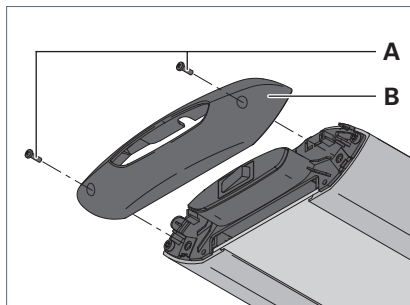
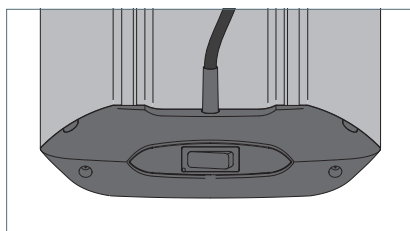

Fig. 3: Montaggio dell'elemento laterale.
Fig. 4: Montaggio dell'elemento laterale e della boccola.
- Montare l'elemento laterale **B** con le viti allegate **A**, vedi Fig. 3 e vedi Fig. 4.